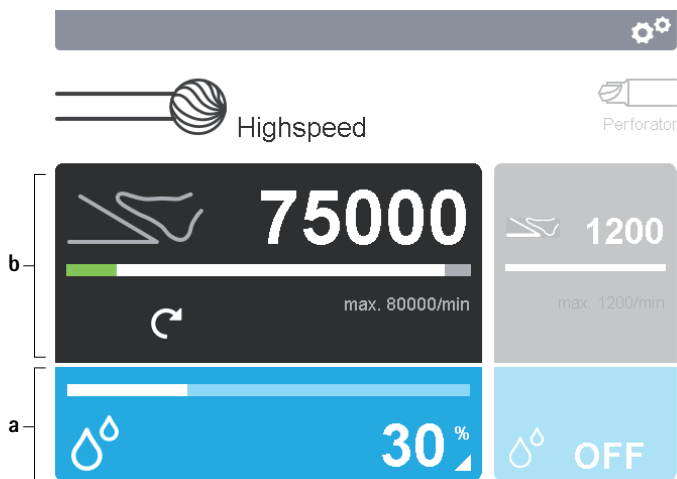

Рис. 5 Включение панелей управления
- Изменение параметров настройки рабочего элемента: Включить панель управления рабочим элементом **a** на дисплее 2, см. Рис. 5.